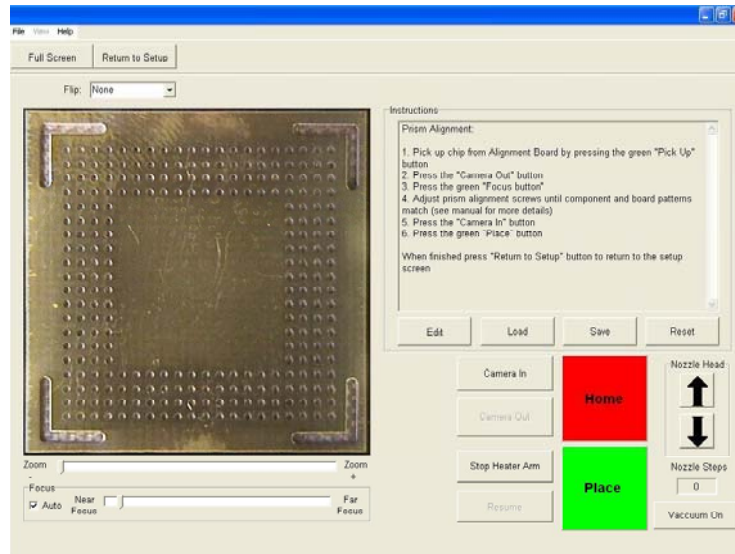

Figura 10
3. El monitor muestra ahora la pantalla de calibración. (Figura 10)